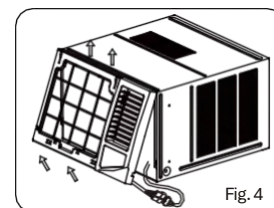

Fig. 4
2. Desconecte los conectores y asegúrese de no dañar el cable del sensor de temperatura. Sujete el lado inferior izquierdo del marco, levántelo para desbloquear el lado inferior y retírelo hacia usted (véase la fig. 4).